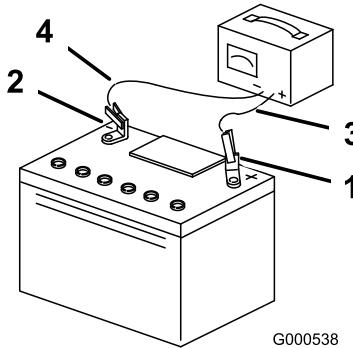

Figure 48
- Quand la batterie est chargée au maximum, débranchez le chargeur de la prise, puis débranchez les fils du chargeur des bornes de la batterie (Figure 48).